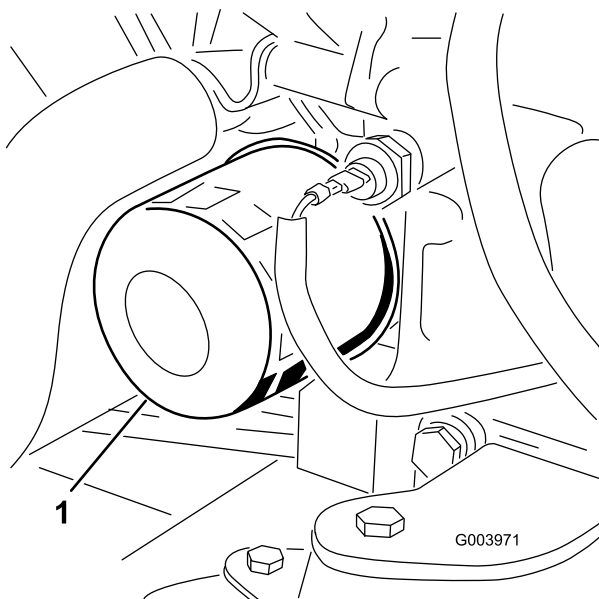

Figura 58
3. Retire el filtro de aceite (Figura 58).